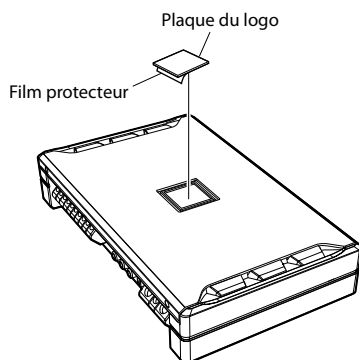

Fig. 4
2. Retirez le film protecteur sous la plaque du logo, puis attachez cette dernière à l'appareil dans le sens de votre choix. (Fig. 4)